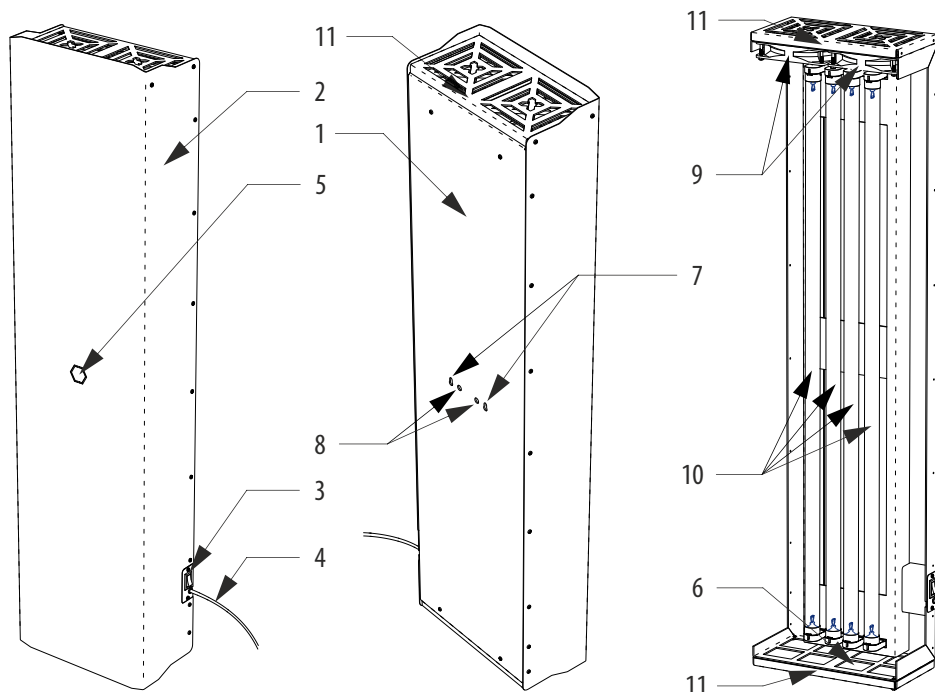

Рисунок 1. Общая конструкция очистителя воздуха ОВУ-06 / ОВУ-06Т .
- 6.3. Измерьте межцентровое расстояние расстояние между проушинами 7 (см. рис.1). С помощью уровня и линейки (рулетки) разметьте на стене отверстия для монтажа. Выбирайте крепёж в соответствии с материалом стен: шурупы для деревянных стен или стен из древесных материалов; дюбеля с шурупами для бетонных, кирпичных или газосиликатных стен; специальный крепёж для стен из ГКЛ.